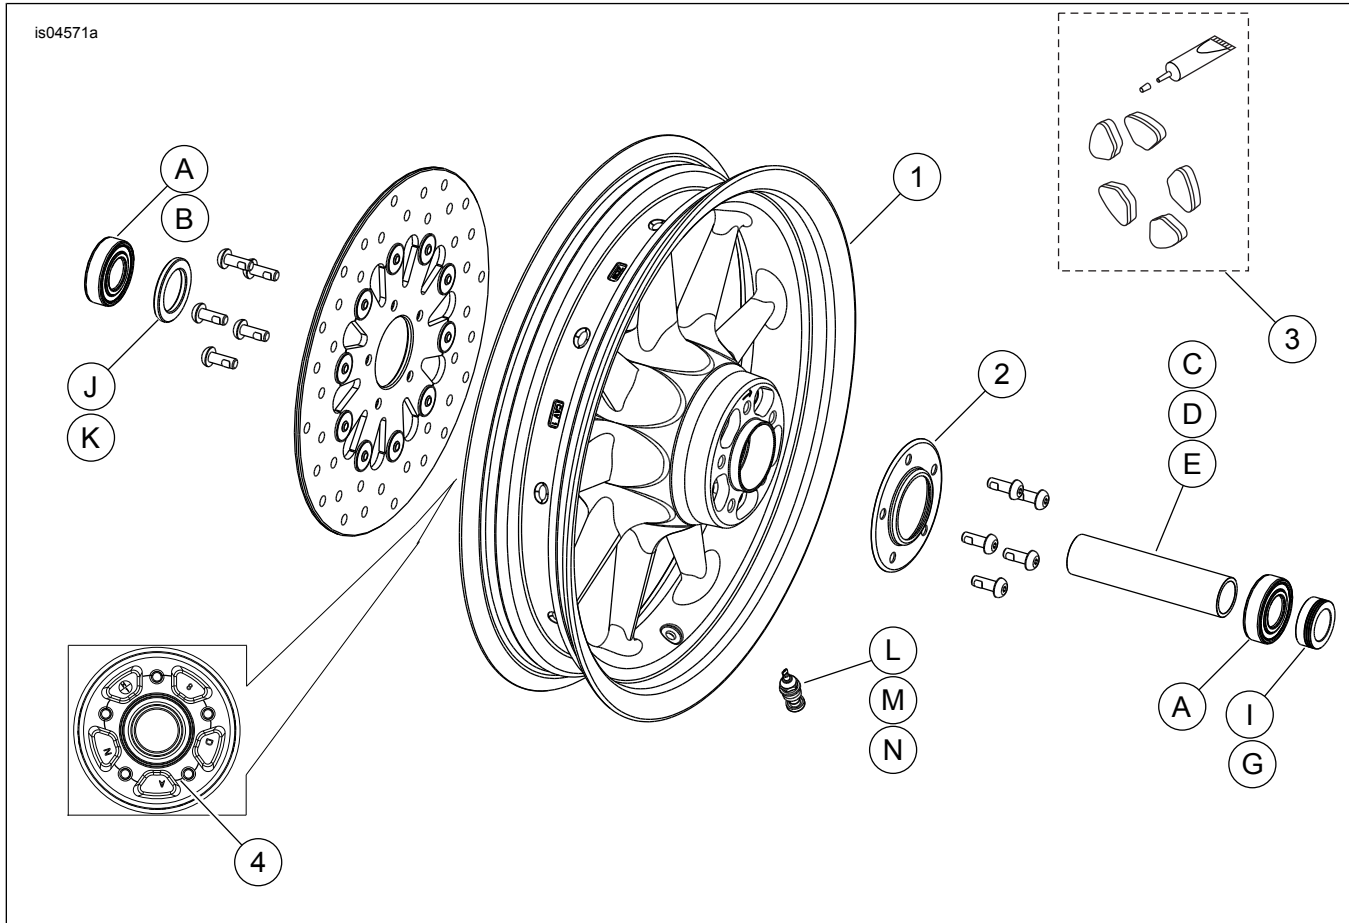

Figura 1. Manual de serviço: Rodas dianteiras de nove raios
Veja Figura 1 e as tabelas de peças de reposição.
2. Veja Figura 1. Instale o conjunto da haste da válvula (M) na roda. Consulte PNEUS no Manual de serviço.